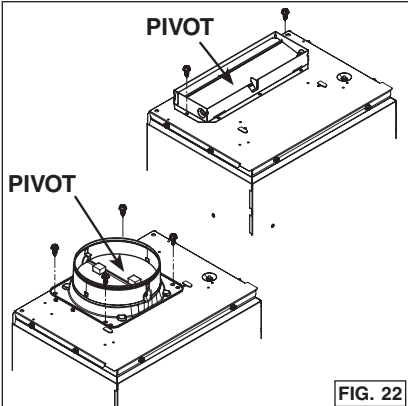

FIG. 22
10. Pour un conduit rectangulaire, utiliser 2 vis à métaux n° 8-18 x 1/4 po (incluses) pour fixer l'adaptateur/volet de 3¼ po x 10 po (inclus) sur le dessus de l'appareil, par dessus l'ouverture d'évacuation du ventilateur (FIG. 22).
Pour un conduit rond, utiliser 4 vis à métaux n° 8-18 x 1/4 po (incluses) pour fixer l'adaptateur/volet inclus de 6 po rond (ou 8 po rond) sur le dessus de l'appareil, par dessus l'ouverture d'évacuation du ventilateur (FIG. 22, 6 po rond illustré).